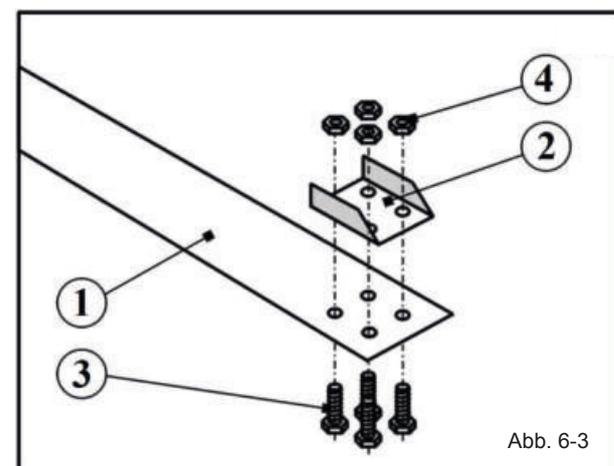

Abb. 6-3
- c) An beiden Enden sämtlicher Metallstreifen [1] sind die Böden [2] der Schrägstützen mit den Schrauben [3] und den Muttern [4] festzuschrauben (Abb. 6-3). Alle Verbindungen müssen nachgezogen werden.